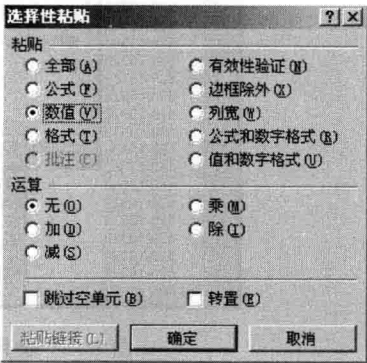

图 1-12 选择性粘贴-3 步骤之 3
(7) 在“选择性粘贴”对话框中选择“数值”单选按钮,如图 1-12 所示,单击“确定”按钮。
(8) 鼠标停留原区域,单击鼠标右键,选中快捷菜单中的“剪切”命令。
(9) 鼠标移到 C2 单元格中,单击鼠标右键,选中快捷菜单中的“粘贴”命令,并将文件存盘。